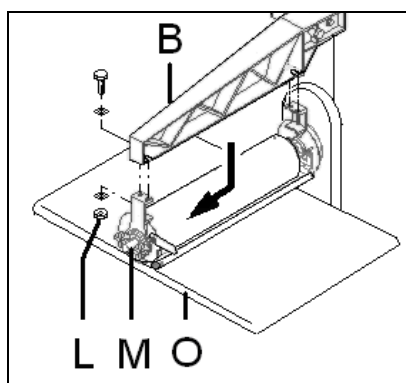

Fig 16
Kurbeln Sie den Vorschubtisch (O, Fig 16) ganz nach oben und stützen Sie die Bürsteinheit (M) damit ab.